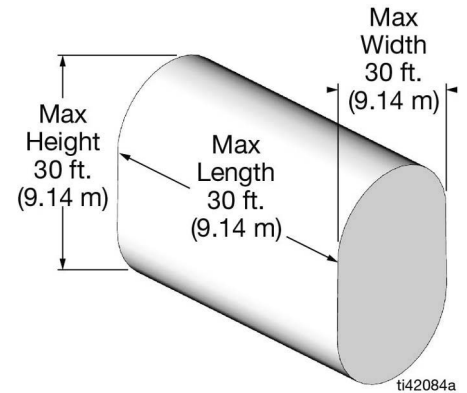

FIG. 19
- Les parois à l'extrémité du réservoir doivent être plates. Elles ne peuvent pas avoir une autre forme, y compris en tulipe (FIG. 19). Si nécessaire, utiliser un réservoir non standard.